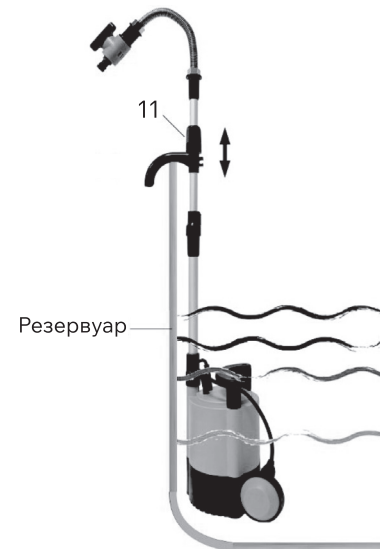

Рис. 4.
д) Закрутите трубную муфту (f) на нижней трубе (6) на резьбу выпускного патрубка (g). (Рис. 4)